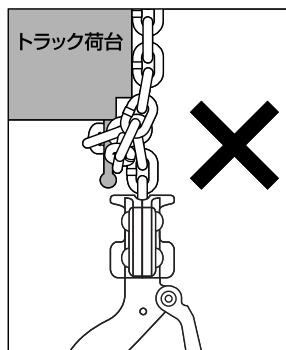

図11
- (3) トラックのロープフック部等に直接ロードチェーンを掛けないでください。図11